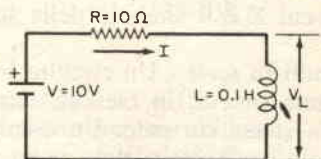

Fig. 5
Esempio 3 - Con riferimento alla *fig. 5*, si determini la corrente I per (a) $t=0$ e per (b) $t=\infty$. (c) Qual è la costante di tempo del circuito? Soluzione: (a) $I(0) = 0$. (b) $I(\infty) = V/R = 10/10 = 1$ A. (c) $T = L/R = 0,1/10 = 0,01$ sec = 10 msec.
Esempio 4 - Per il circuito della *fig. 5*, si trovi la tensione ai capi dell'induttore per (a) $t=0$ e per (b) $t=\infty$. Soluzione: (a) poiché l'induttore si comporta come un circuito aperto per $t=0$, $V_L(0) = 10$ V. (b) Poiché l'induttore si comporta come un cortocircuito in stato costante, $V_L(\infty) = 0$.
D) Funzioni di tempo - Per tempi tra $t=0$ e $t=\infty$, la corrente e la tensione per il circuito della *fig. 5* possono essere espresse come funzioni del tempo da: $i(t) = (V/R)(1 - e^{-tR/L})$ e $v_L(t) = Ve^{-tR/L}$.